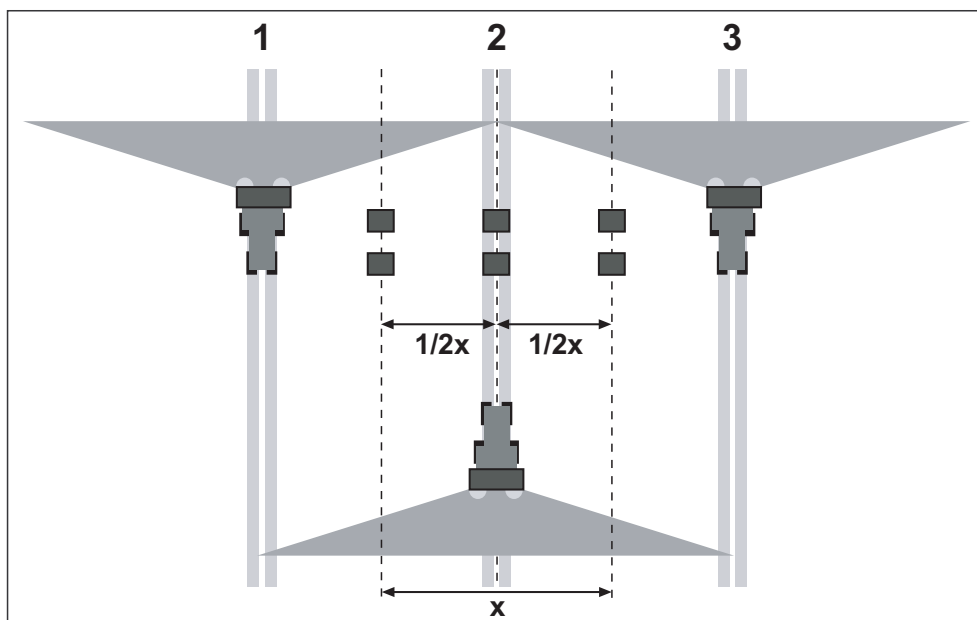

Рисунок 8.27: Расстановка для трех проходов
- Установите по два приемных поддона на расстоянии **1 м** друг за другом в зонах пересечений и в средней колее движения (в соответствии с Рисунок 8.27).